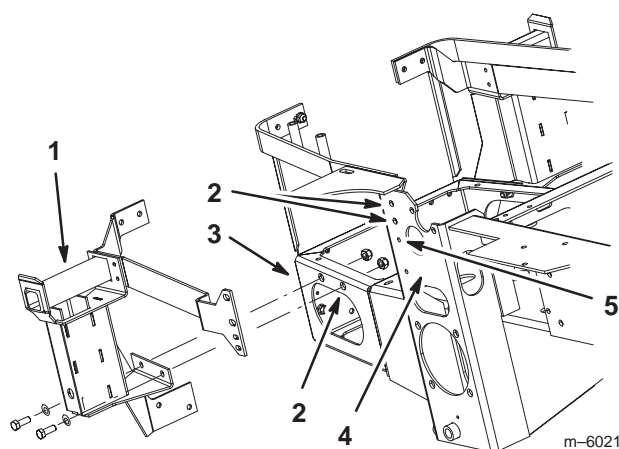

Bild 10
9. Verwenden Sie die Graskollektorbefestigungshalterung als Schablone. Markieren Sie die vier Löcher in der Mitte der Schlitzes (Bild 10).
10. Nehmen Sie die Graskollektorbefestigungshalterung ab (Bild 10).
11. Bohren Sie vier Testlöcher mit einem Durchmesser von 3 mm an den markierten Stellen. (Bild 10).
12. Bohren Sie zwei Löcher mit einem Durchmesser von **10 mm** durch die 3 mm Testlöcher in das Seitenchassis (Bild 10).
13. Bohren Sie zwei Löcher mit einem Durchmesser von **10 mm** durch die 3 mm Testlöcher seitlich in die hintere Stoßstange (Bild 10).